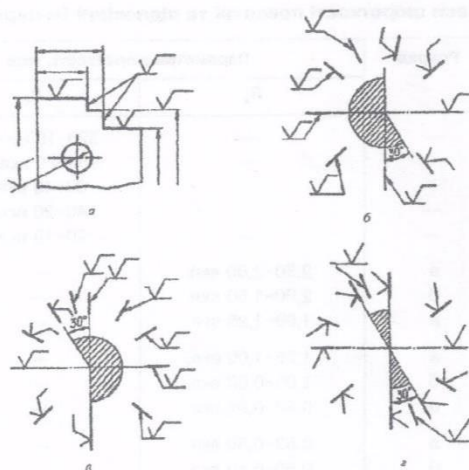

Рис.5
1. Позначення шорсткості поверхонь розміщують на лініях контуру, виносних лініях або полчках ліній-виносок; коли місця мало, дозволяється писати їх на розмірних лініях, їх продовженні або в розриві виносної лінії (рис.5а).
2. Знак шорсткості, що має полчку, розміщують відносно основного напису так, як показано на рис.5б,в; знак, що не має полчки, - як на рис.5г. Якщо лінія контуру поверхні розташована у заштрихованих зонах, позначення шорсткості проставляють на полчці ліній-виноски.